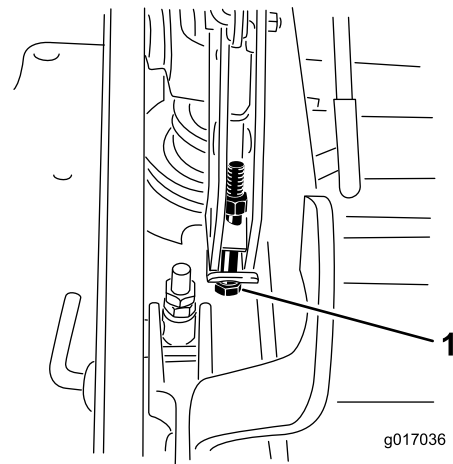

Figura 97
12. Si la carcasa está demasiado baja, apriete el perno del ajuste de un solo punto girándolo en el sentido de las agujas del reloj. Si la carcasa está demasiado alta, afloje el perno del ajuste de un solo punto girándolo en el sentido contrario a las agujas del reloj (Figura 97).